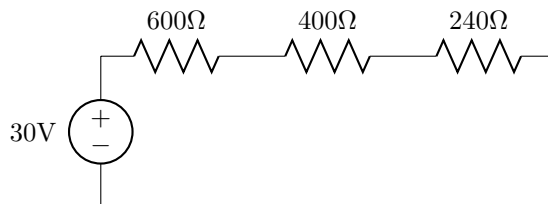

Figura 3.1: Circuito serie.
- a. Coloque en cada uno de los potenciómetros el valor solicitado según la Figura 3.1.